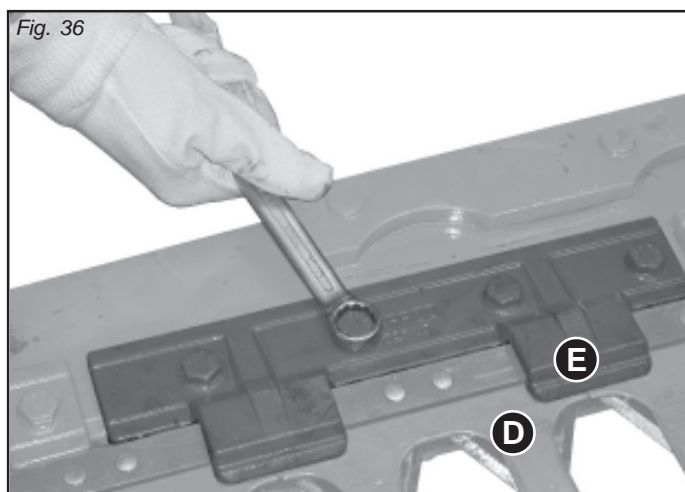

Fig. 36
Au début de chaque saison, il est important de vérifier l'accouplement correct entre la tige porte-dents (D, Fig. 36) et le guide-lame (E).
- dévisser le guide-lame (Fig. 36);